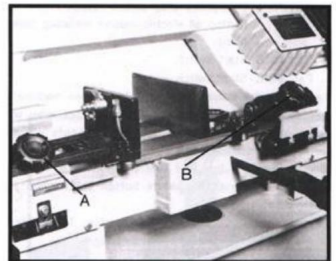

Fig. 8
2. Knopf (A, Abb. 8) und Schraube (B) lösen.